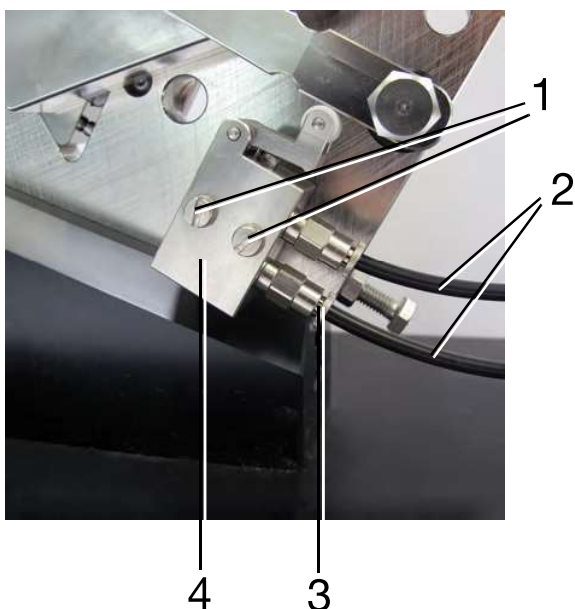

Bild 7-31 1 Schrauben
- Beide Pneumatikschläuche (2, Bild 7-31) entfernen. Dafür den Ring (3, Bild 7-31) in Richtung des Rollenhebelventils (4, Bild 7-31) drücken und gleichzeitig Schlauch abziehen.
- Schrauben (1, Bild 7-31) herausdrehen.
- Rollenhebelventil (4, Bild 7-31) austauschen und mit Schrauben (1, Bild 7-31) befestigen.